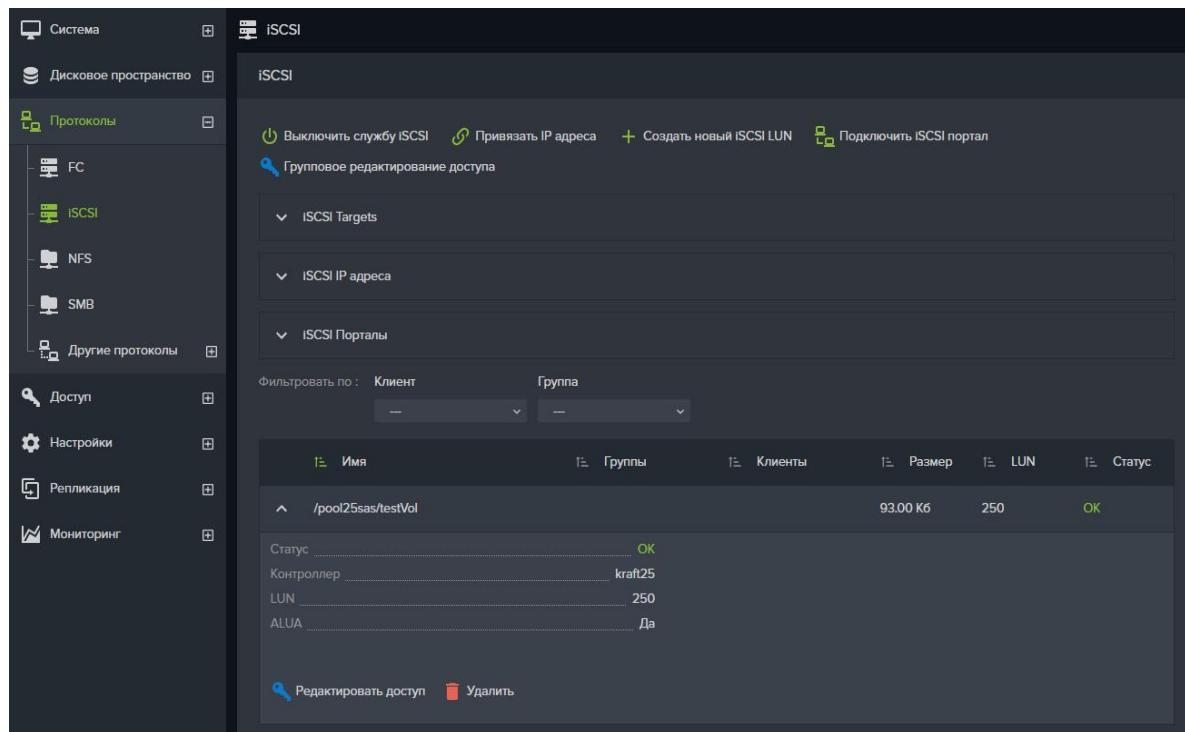

Рисунок 57. Свойства iSCSI LUN
- Выберите нужный iSCSI LUN из списка, развернув его панель свойств (см. Рисунок 57);